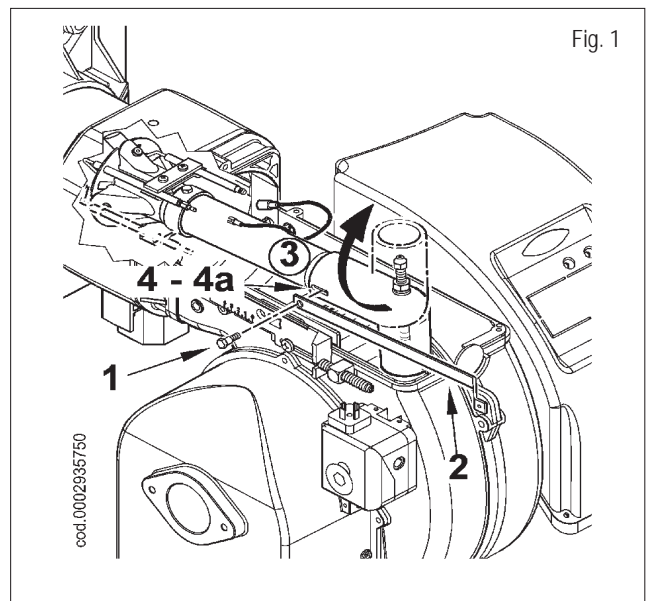

Fig. 1
- 1) 遵守上面保养那一章的说明。移开混合单元，松开螺丝（1），连接前面的棒子（2）同进气管路（3）通过弯头在（4）处连接。（见图1）